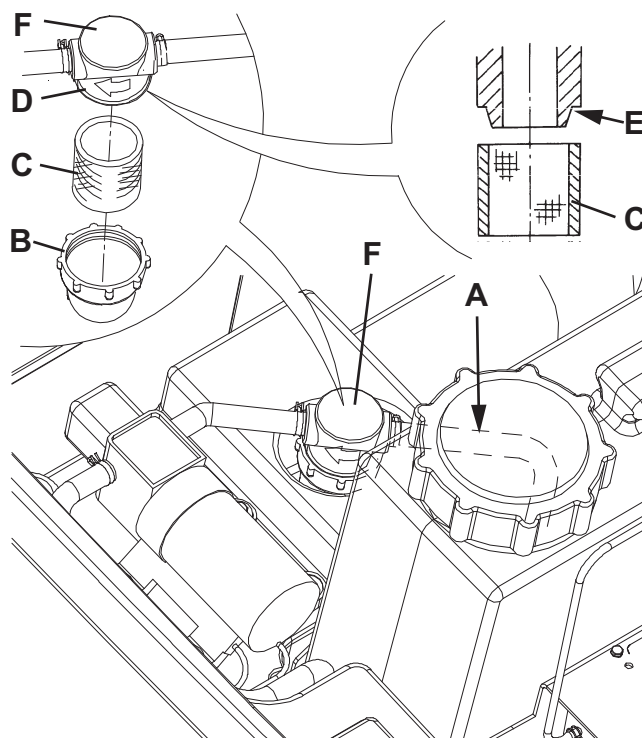

Figure 10
2. Positionner la clé de contact (80) sur "0".
3. Ouvrir le couvercle (22) et vérifier que le réservoir de l'eau de récupération (21) soit vide. Dans le cas contraire, le vider au moyen du tuyau de vidange (16).
4. Saisir la poignée (41) et soulever le réservoir (40) avec soin.
5. Soulever légèrement le tuyau (A, Fig. 10), puis dévisser le couvercle transparent (B) et déposer le filet filtrant (C) du filtre de l'eau propre (F). Les nettoyer et les reposer sur le support (D).